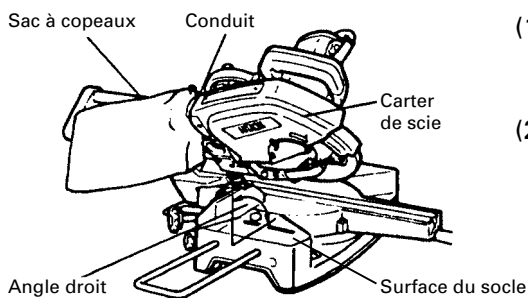

Fig. 36
(1) Si le sac à copeaux est plein, les copeaux sortent du sac quand la lame tourne. Vérifier le sac à copeaux périodiquement et le vider avant qu'il ne soit plein.
(2) Lors d'une coupe de biseau ou d'une coupe mixte, fixer le sac à copeaux à angle droit sur la surface du socle comme indiqué à la Fig. 36.